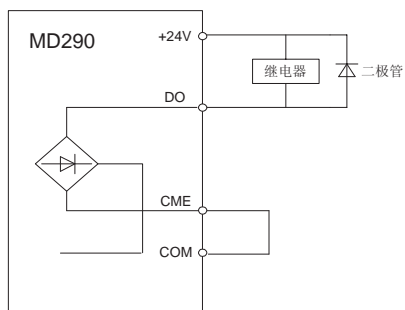

图 3-21 数字输出端子接线示意图
- ◆ 一定要正确安装吸收二极管的极性。如图3-21。否则当数字输出端子有输出时,马上会将直流24V电源烧坏。